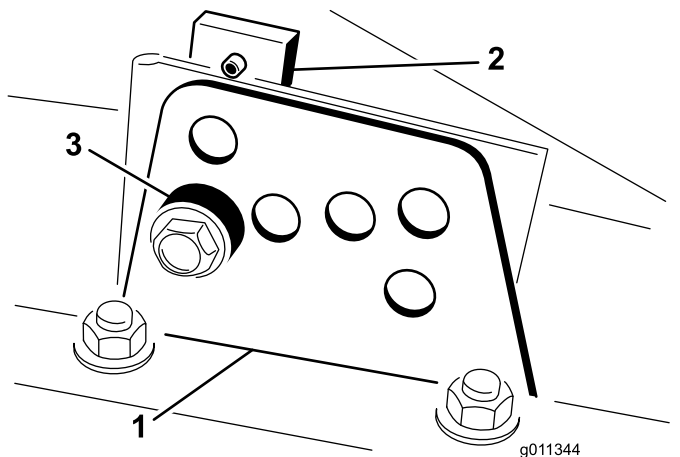

Figura 21
2. Desaperte o parafuso que prende o suporte da altura de corte à placa da altura de corte (frente e de cada lado), conforme se mostra na Figura 21.
4. Enquanto estiver suportar a câmara, retire o espaçador (Figura 21).